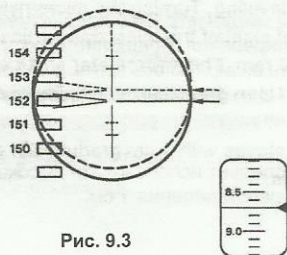

Рис. 9.3
- 2) Поворачивайте микрометренный винт для смещения визирной оси до тех пор, пока нанесенная на рейку градуировка не окажется между клиновидными нитями сетки для взятия точного отсчета, как показано на рис. 9.3.